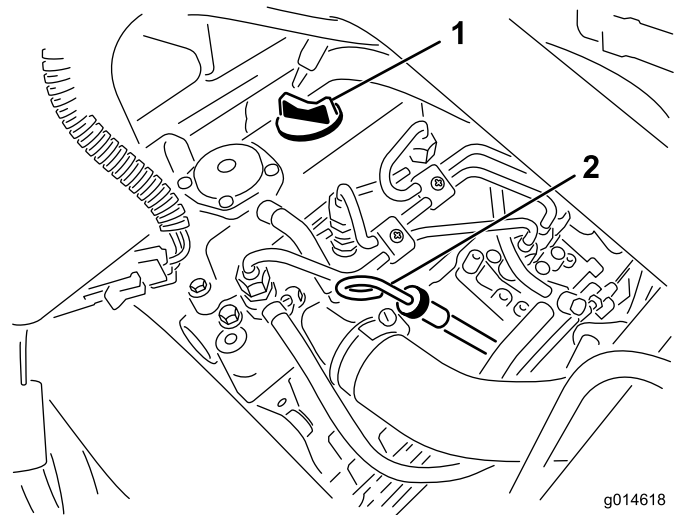

Figura 25
2. Retire a vareta e limpe-a com um pano limpo (Figura 25). Volte a colocar a vareta no tubo e verifique se está completamente introduzida. Retire a vareta do tubo e verifique o nível de óleo. Se o nível de óleo estiver baixo, retire o tampão de enchimento da cobertura da válvula e **lentamente** adicione óleo suficiente para elevar o nível de óleo até à marca Full, existente na vareta. Adicione o óleo lentamente e verifique o nível com alguma frequência durante o procedimento. **Não encha demasiado.**